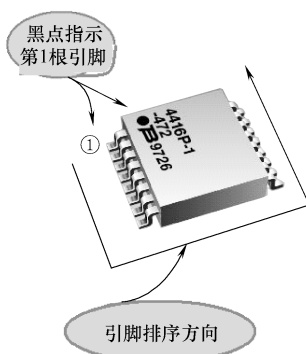

图 8-34 用黑点表示第 1 根引脚的贴片双列排阻
将型号标注正面对着自己,这时左下方的第一根引脚是①脚,然后逆时针方向依次为各引脚。如图 8-34 所示是使用黑点表示第 1 根引脚的贴片双列排阻。